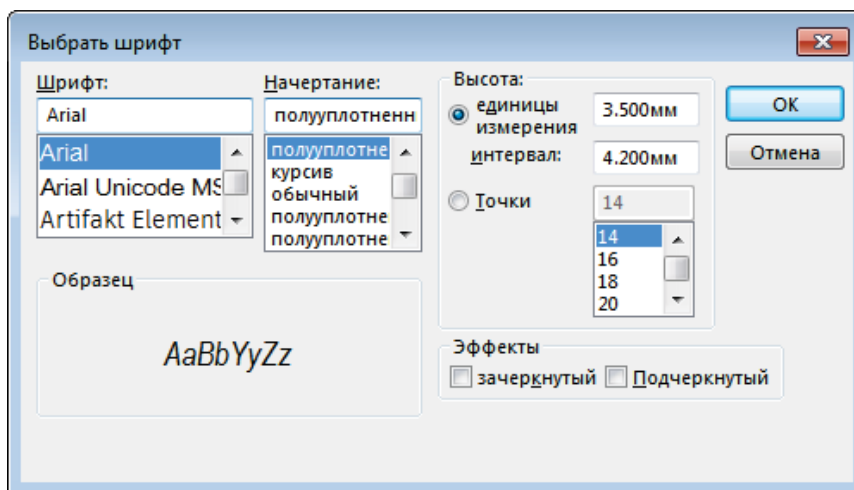

Рис. 63 – Диалоговое окно Выбрать шрифт с указанием высоты шрифта и интервала между строками
3. В открывшемся диалоговом окне **Выбрать шрифт** в группе параметров **Высота** установите переключатель в положение **Единицы измерения**, задайте в поле рядом с переключателем **Единицы измерения** значение **3,5 мм**, а в поле **интервал** – **4,2 мм** (рис. 63).